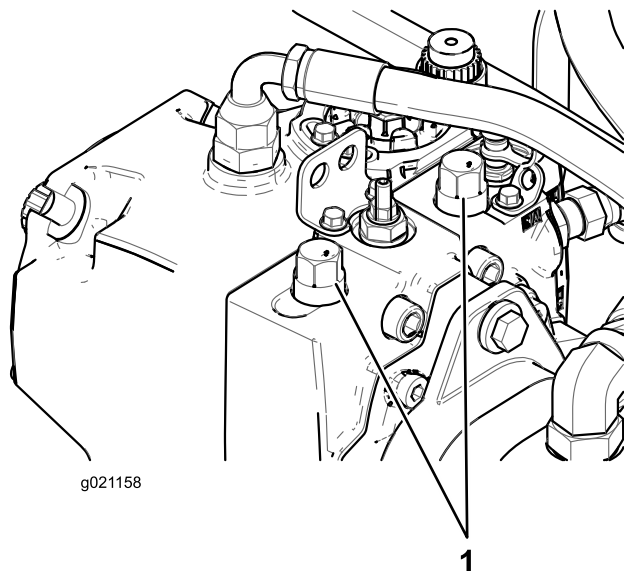

Рисунок 40
1. Поднимите капот и найдите на насосе перепускные клапаны (Рисунок 40).